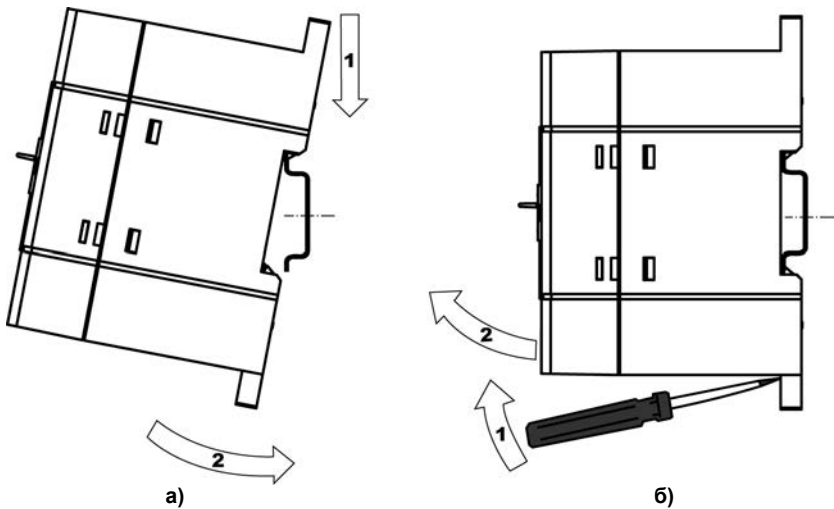

Рисунок 6.1 – Монтаж контроллера с креплением на DIN-рейку
- снять контроллер с DIN-рейки (см. рисунок 6.1б);
4 Для демонтажа контроллера с DIN-рейки, в проушину защелки вставляется острое отвертки (см. рисунок 6.1б), и защелка отжимается по стрелке 1, после чего контроллер отводится от DIN-рейки по стрелке 2. При демонтаже ПЛК110-60 обе защелки необходимо отжимать одновременно.